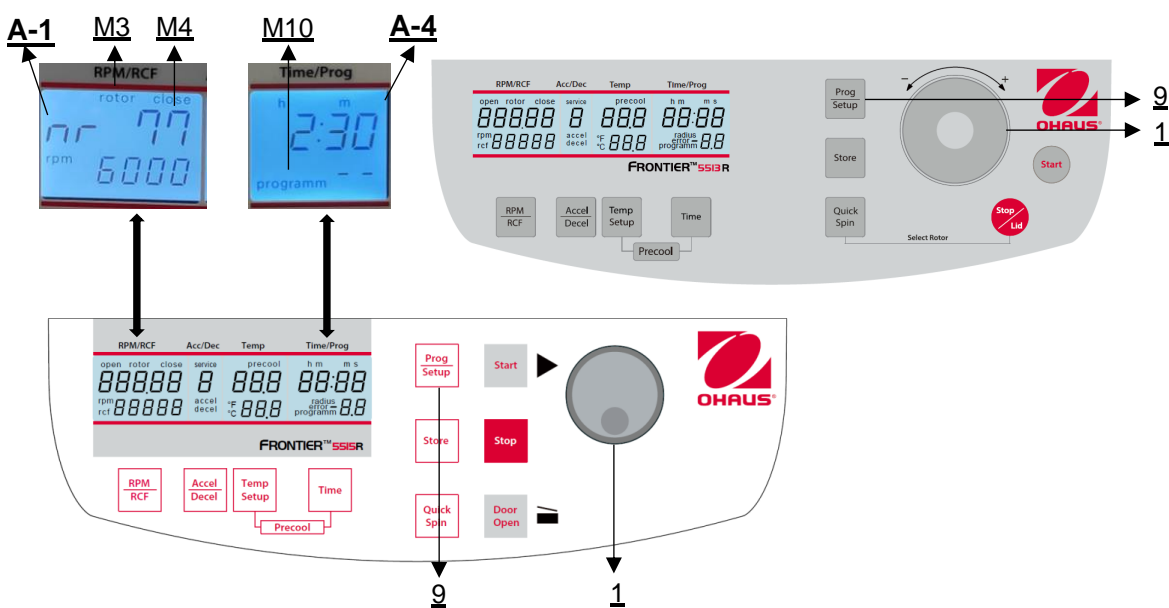

Abbildung 21
Um gespeicherte Programme abzurufen, drücken Sie die Taste **"Prog/Setup"** (9) (siehe Abbildung 21), während der Deckel bereits geschlossen ist. Im Display **"Time/Prog"** (A-4) erscheint **"program--"** (M10). Die gewünschte Programmnummer kann mit dem Touch Wheel (1) vorgewählt werden.
Um den Programmmodus zu verlassen, drücken Sie die Taste **"Prog/Setup"** (9) (siehe Abbildung 21). Dann erscheint im Display
Sie können die Zentrifuge entweder mit der **"Start"**-Taste (8) oder mit der **"Quick Spin"**-Taste (6) starten (siehe Abbildung 21). Mit der **"Start"**-Taste (8) können Sie gespeicherte Läufe oder Läufe mit manuell vorgewählten Parametern starten. Nach Ablauf der jeweils vorgewählten Laufzeit wird die Zentrifuge automatisch gestoppt. Mit der **"Quick Spin"**-Taste (6) können Sie Läufe starten, die nur wenige Sekunden dauern.